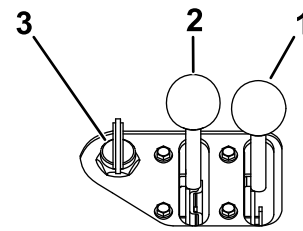

Bild 16
- A. Stellen Sie den Chokehebel in die EIN-Stellung (Bild 16).
- B. Drehen Sie den Schlüssel in die EIN-Stellung (Bild 16). Lassen Sie den Schlüssel los, wenn der Motor anspringt.
- C. Schieben Sie den Chokehebel langsam in die AUS-Stellung (Bild 16). Schieben Sie beim Absterben oder Aussetzen des Motors den Choke wieder nach vorne, bis der Motor warm gelaufen ist.
3. Für Kohler-Motoren: Drehen Sie den Schlüssel in die EIN-Stellung (Bild 16). Lassen Sie den Schlüssel los, wenn der Motor anspringt.
4. Schieben Sie den Gasbedienungshebel in die gewünschte Stellung (Bild 16).
1. Stellen Sie den Gasbedienungshebel zwischen die Stellung LANGSAM und SCHNELL (Bild 16).
2. Stellen Sie den Gasbedienungshebel in die LANGSAM-Stellung (Bild 16).